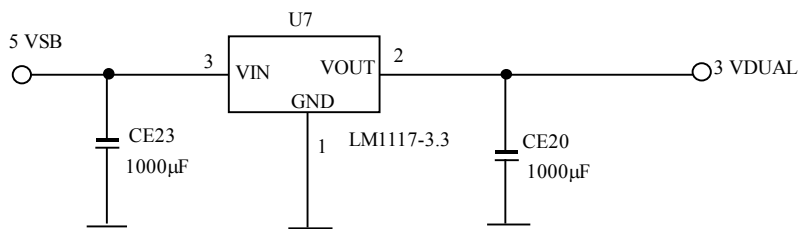

图 6-14 G41 3 V DUAL 电路
- 3.3 V：分为两种，VCC3，来源为 ATX 电源插座的 3.3 V 供电；3 V DUAL，来源为 ATX 电源插座的 5 VSB 经 1117 转换后的 3.3 V 供电，电路原理如图 6-14 所示。
3 V DUAL 电路原理如图 6-14 所示。由低压差线性调压器 LM1117-3.3 转换后产生的。LM1117-3.3 将输入的 ATX 5 VSB 待机电源变为 3.3 V 的 3 V DUAL 电压。其中 CE23 作为输入端的滤波电容器，CE20 作为输出端的滤波电容器。